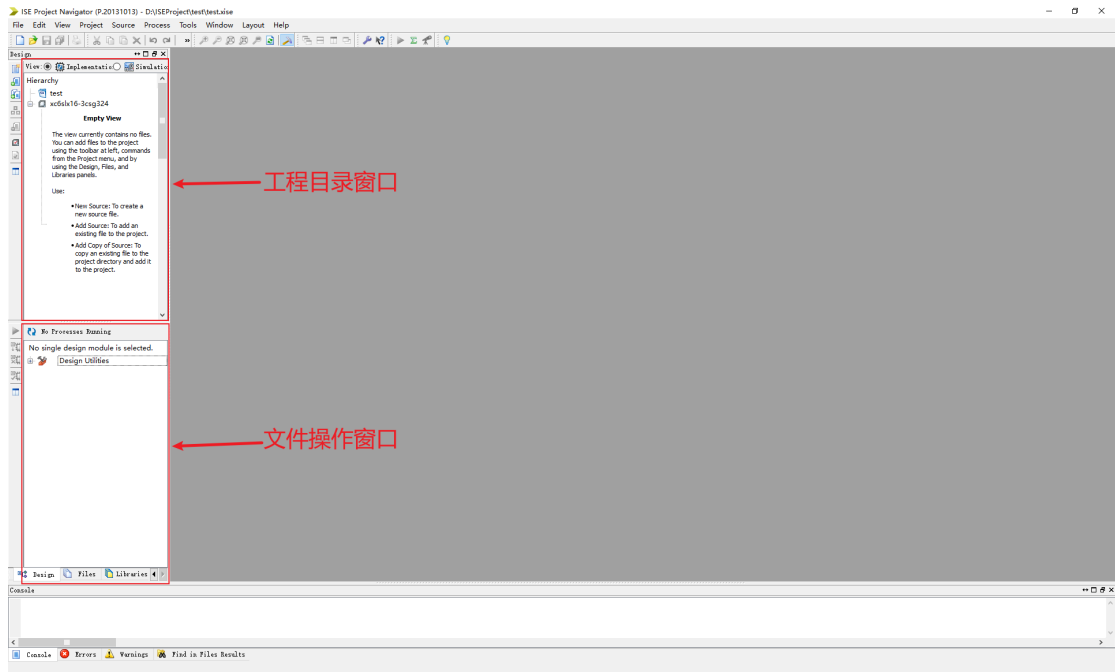

图 2-9 工程创建后的软件界面
5) 图 2-9 是新建工程后的软件界面，可以看到原先的“操作栏”产生了变化，分为上下半个区域。